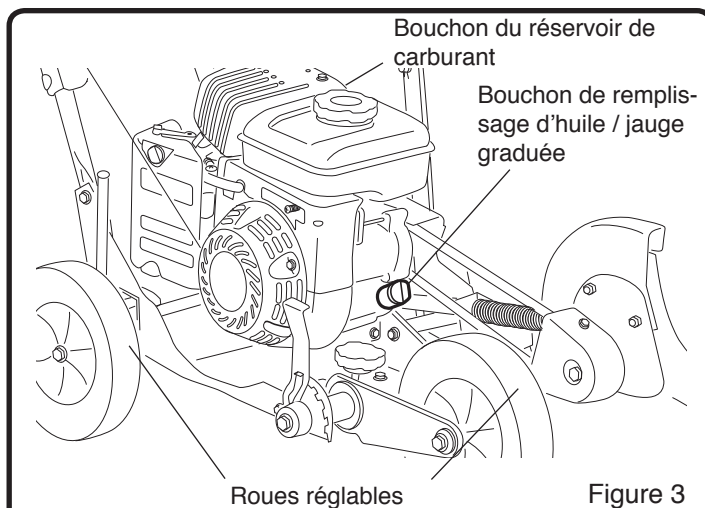

Figure 3
Une bouteille d'huile à moteur est incluse avec votre souffleuse. Veuillez référer à la Figure 3 pour connaître les types alternatifs d'huile à utiliser selon les différentes températures. Utilisez toujours une huile détergente classifiée «Pour Service, SG, SH, SJ» ou plus élevé. N'utilisez pas d'additifs spéciaux.
1. Placez le coupe-bordure sur une surface nivelée et assurez-vous que la hauteur réglable des roues est telle que la structure principale du coupe-bordure est de niveau. (Voir Figure 3)
2. Retirez le bouchon de remplissage d'huile / jauge graduée et essuyez à l'aide d'un chiffon propre. (Voir Figure 3)
1. Nettoyez la surface autour du bouchon du réservoir de carburant, pour prévenir les contaminations. (Voir Figure 3)